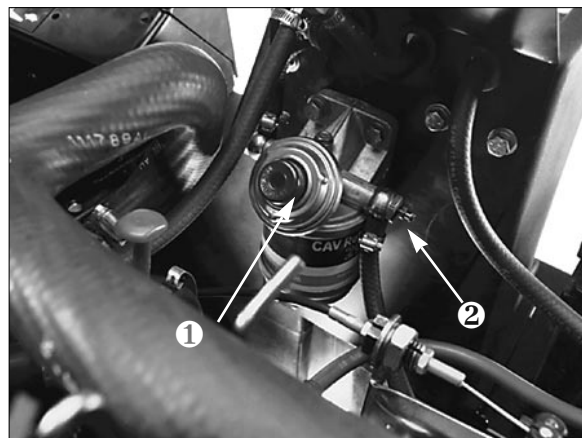

Fig. 19
Drivstoffsystemet primes (fig. 19 og 20)
3. Løsne drivstoffilterets/vannseparatorens lufteskruer (fig. 19) noen få omdreininger. Pump primestangen til det begynner å strømme drivstoff ut av hullet i lufteskruen. Når drivstoffet slutter å skumme, trekkes lufteskruen til på primestangens nedoverslag. Tørk opp eventuelt søl.